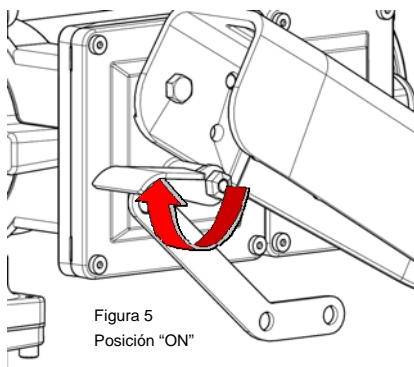

Figura 5
3. Mueva la palanca del interruptor a la posición "ON" (Encendido) para encender la bomba (Figura 5).